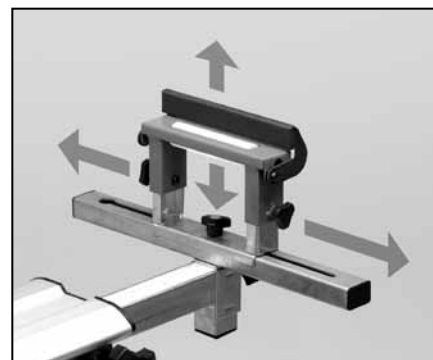

Figure 8
10. Les appuis à rouleau peuvent être réglés de gauche à droite en desserrant le bouton d'extension ❶ en faisant glisser l'extension de gauche à droite à l'emplacement voulu, puis en resserrant le bouton d'extension.
11. Les appuis à rouleau peuvent être réglés vers le haut ou vers le bas en desserrant le bouton de réglage de hauteur ❷ en ajustant vers le haut ou vers le bas, puis en resserrant le bouton de réglage de hauteur. Figure 8. Le support en « T » peut également être réglé vers le haut ou vers le bas en desserrant le bouton de réglage du « T » ❸, en le déplaçant vers le haut ou vers le bas puis en le resserrant.
12. Les appuis à rouleau peuvent être réglés vers l'avant ou vers l'arrière en desserrant le bouton ❹ en faisant glisser à l'emplacement voulu, puis en resserrant le bouton. Figure 8.